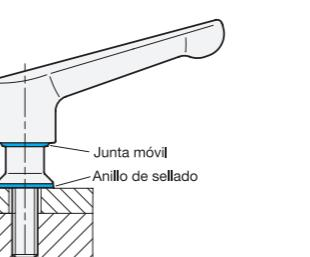

Imagen 2
- Las juntas defectuosas deben sustituirse por otras nuevas (Imagen 2). Utilice únicamente juntas especiales del tamaño adecuado (GN 7600).
El aro de engrase (Imagen 2) no se puede sustituir. Por este motivo, el tirador debe sustituirse cuando el aro de engrase presente daños, grietas o fragilidad.